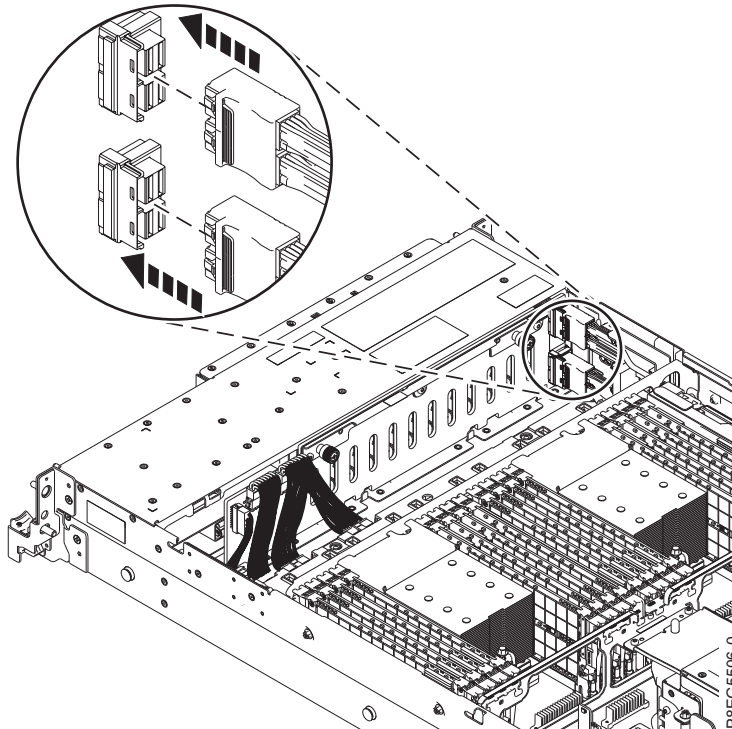

Abbildung 15. Vordere SAS-Kabel wieder an der Rückwandplatine des Plattenlaufwerks anschließen
8. Schließen Sie die vorderen SAS-Kabel wieder an den Anschlüssen auf der Rückwandplatine des Plattenlaufwerks an, wie in Abb. 15 auf Seite 17 dargestellt. Drücken Sie den Kabelanschluss nach unten, bis er einrastet.